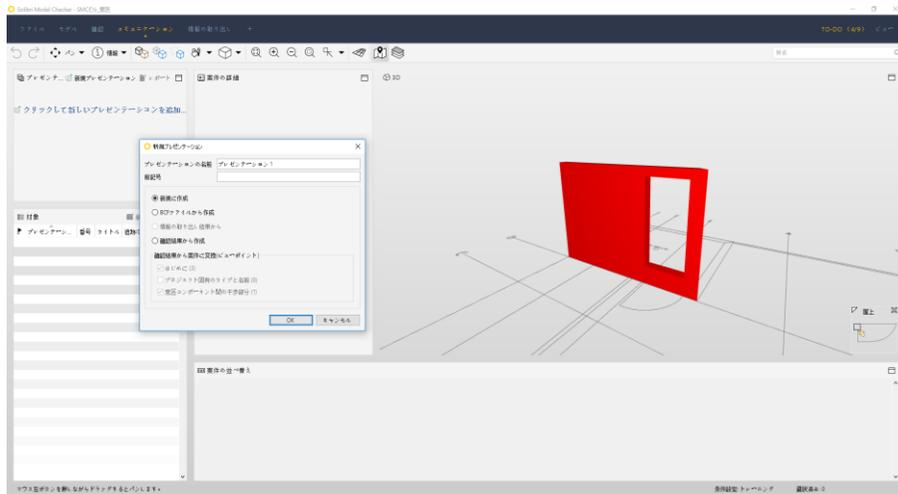

図 68. 結果をプレゼンテーションへ変換
- 1)左のメニューから「クリックして新しいプレゼンテーションを追加する」をクリックします。(図 68 を参照)